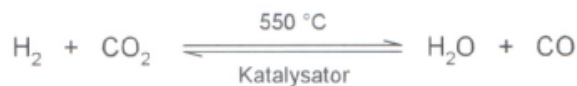
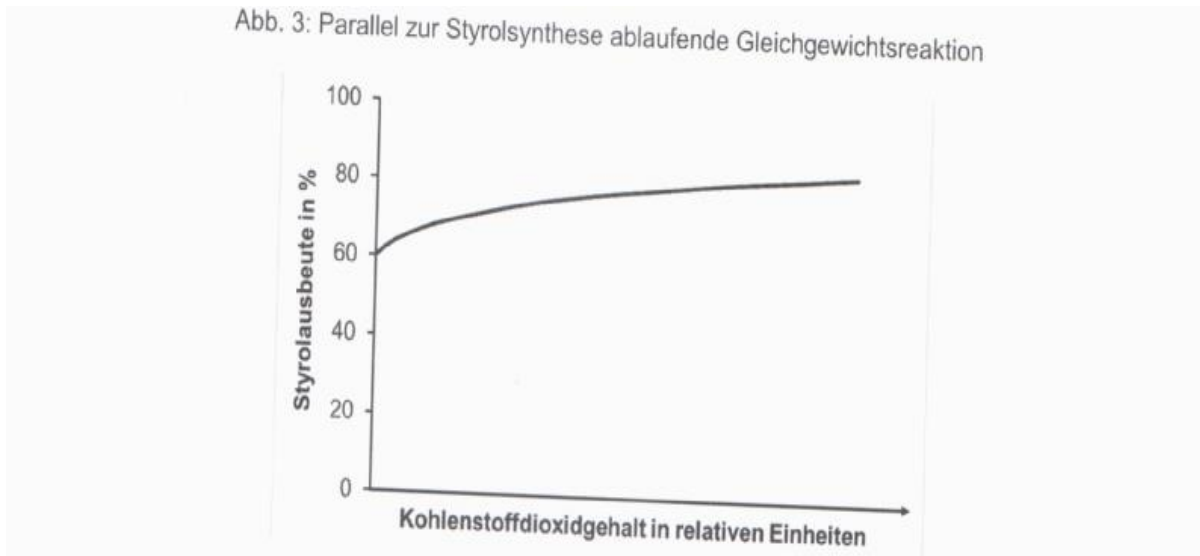

Abb.3: Parallel zur Styrolsynthese ablaufende Gleichgewichtsreaktion
Abb. 4: Abhängigkeit der Styrolausbeute vom Kohlenstoffdioxidgehalt²
- 1.2 Um die Styrolausbeute zu erhöhen, wird eine zweite parallel ablaufende Gleichgewichtsreaktion genutzt (Abb. 3). Diese Reaktion läuft ab, wenn zusätzlich Kohlenstoffdioxid in den chemischen Reaktor eingeleitet wird (Abb. 4)